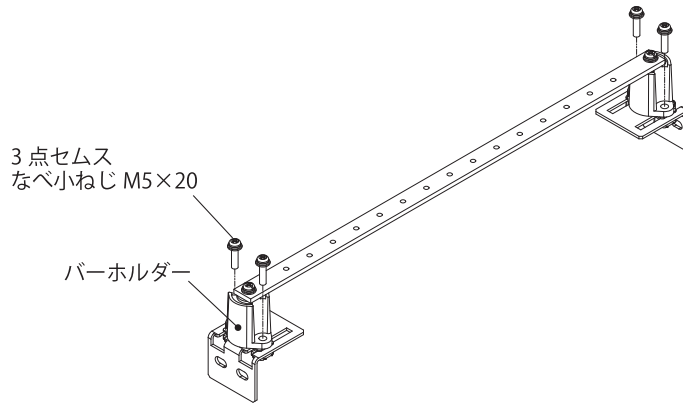

図3
3. バーホルダーに取付金具を、付属の3点セムスなべ小ねじM5×20(4か所)にて仮止めしてください。(図3)